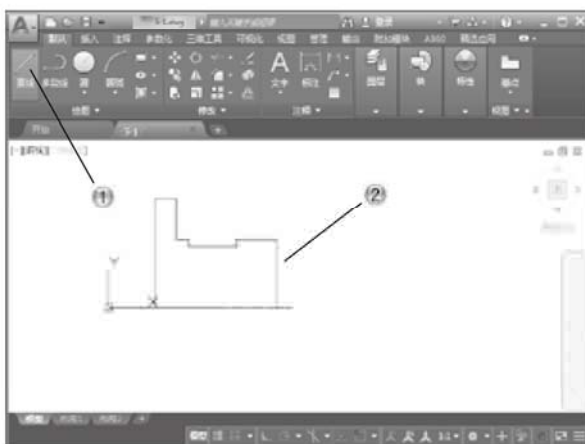

图 5-75
- ① 单击【绘图】面板中的【直线】按钮，如图 5-75 所示。
- ② 在绘图区绘制长度为 13 的直线和封闭直线。